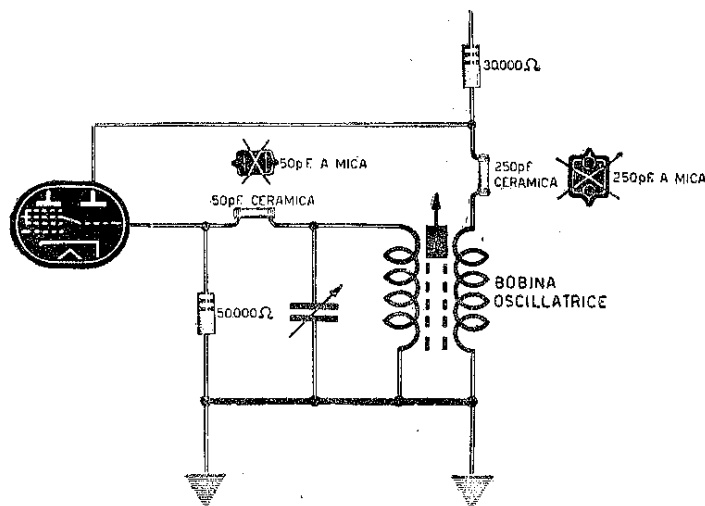

Fig. 103
**311** Altra causa frequente è l'instabile capacità dei condensatori previsti per il circuito oscillatore (con speciale riferimento per quello di griglia) ai cambiamenti di temperatura. In tale eventualità necessiterà sostituire i condensatori generalmente a mica, con altri di tipo ceramico (fig. 103).